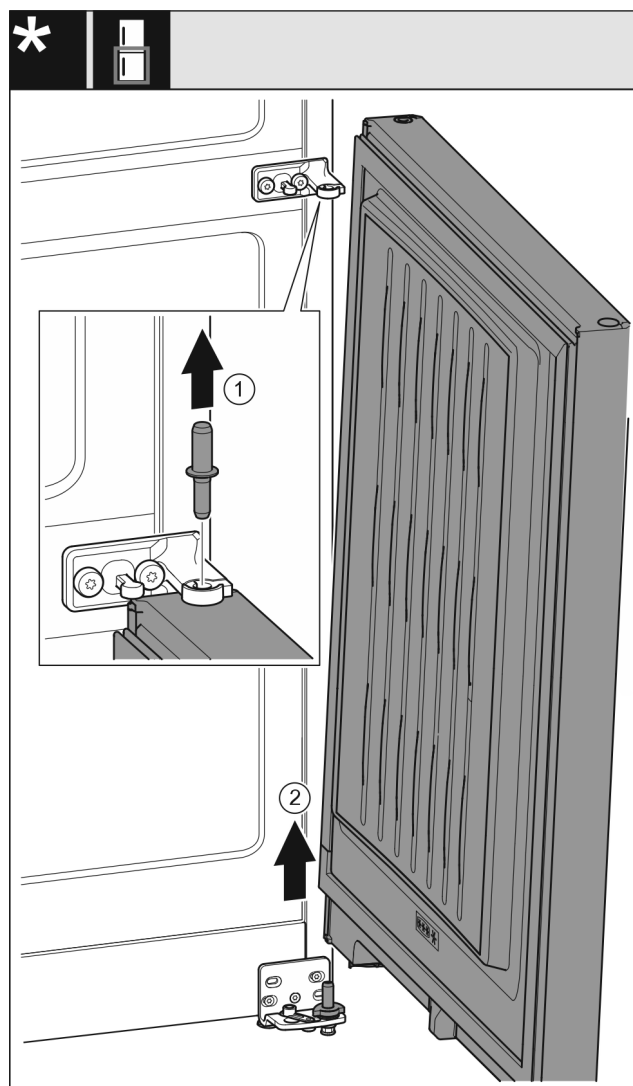

Fig. 8
- Sornike izvlcite v smeri navzgor. Fig. 8 (1)
- Vrata obrnite navzven, jih povlecite navzgor in postavite na stran. Fig. 8 (2)